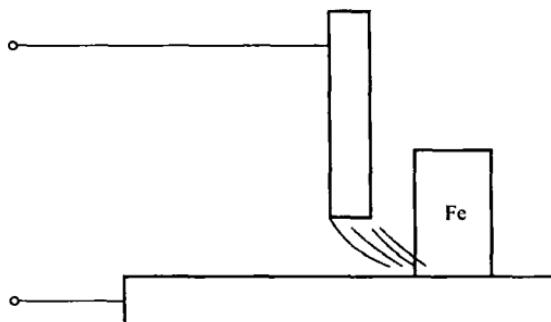

图 1-8 铁磁性物质引起的磁偏吹
**说明：**如果电弧附近有铁磁性物质存在，电弧将偏向铁磁性物质一侧，引起磁偏吹，如图 1-8 所示。